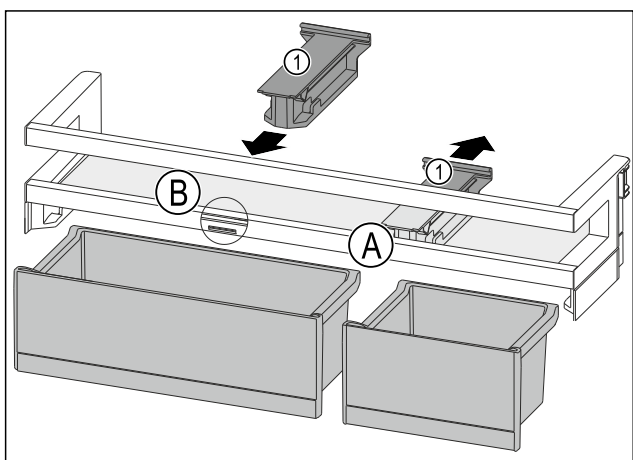

Fig. 114
- ▶ Retire la pieza de retención Fig. 114 (1) hacia atrás hacia la posición Fig. 114 (A).
- ▶ Inserte la pieza de retención Fig. 114 (1) en la posición Fig. 114 (B).